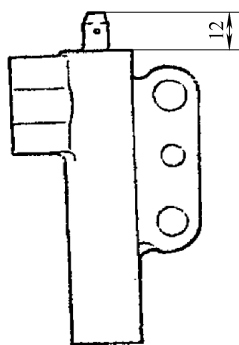

图 4-48 检查测量杆突出量
3) 如图 4-48 所示, 测量杆的突出量。若不符合标准, 更换新的自动张紧器。